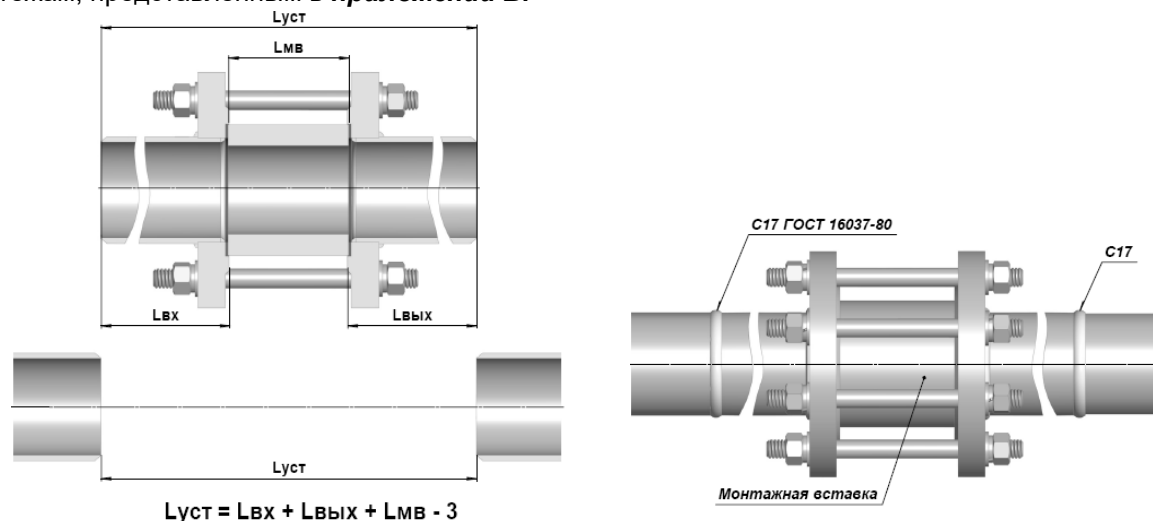

Рисунок 2.2 – Установка вставки с участками
- 2) Вырезать участок трубопровода длиной $Lуст$. (*рисунок 2.2*)